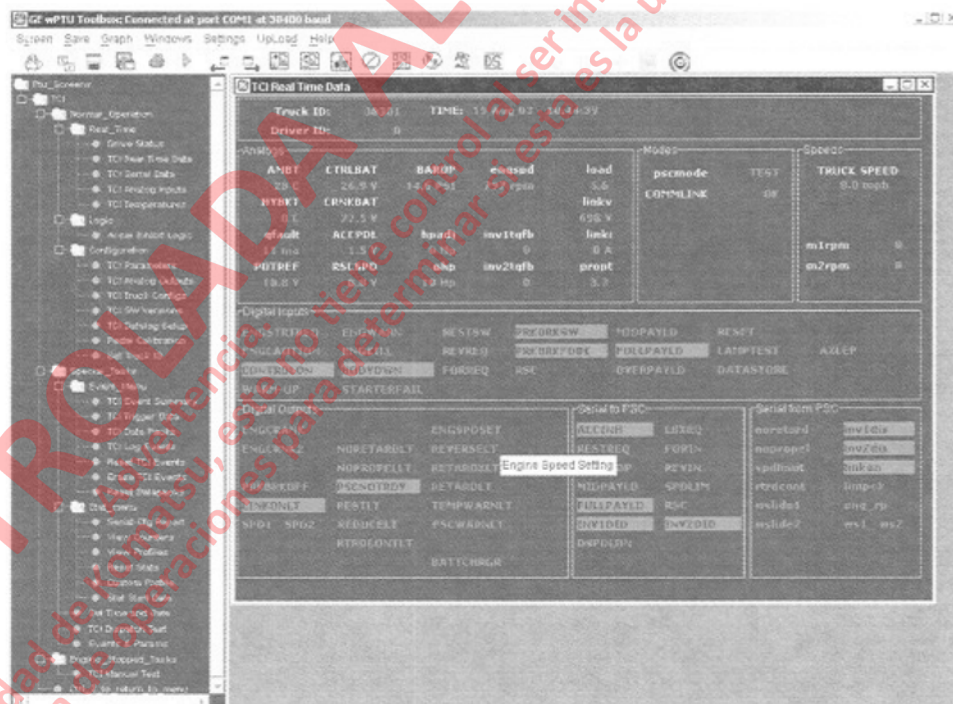

FIGURA 3-15. PANTALLA DE DATOS EN TIEMPO REAL DE LA TCI
- Verifique que los valores análogos y funciones resaltadas sean similares a la pantalla TCI Real Time Data (datos en tiempo real de la TCI) de la Figura 3-15.